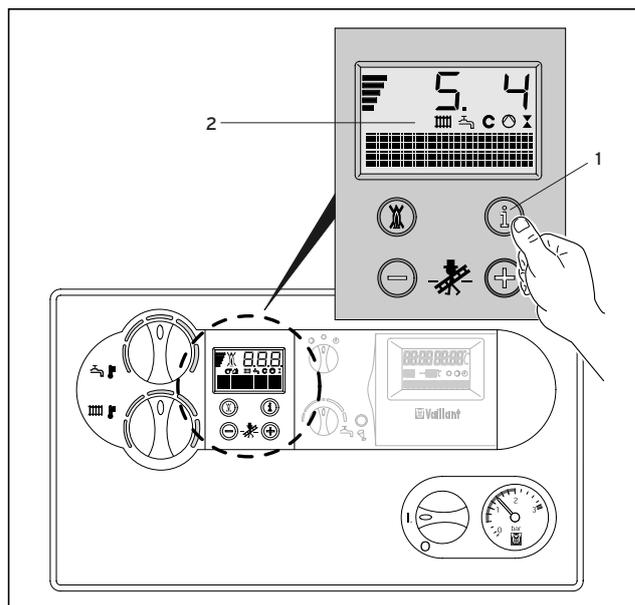

Abb. 3.9 Indicazioni di stato
3.5 Indicazioni di stato (fig. 3.9) (per le operazioni di manutenzione e di servizio da parte del tecnico)
- Attivare le indicazioni di stato premendo il tasto "i" (1). Sul display (2) viene visualizzato il codice di stato corrispondente, per es. "S.4" per il funzionamento del bruciatore. Il significato dei codici di stato più importanti sono riportati alla tabella 3.1 qui a fianco. Il codice di stato indicato viene descritto ulteriormente con una visualizzazione di testo in chiaro sul display del sistema DIA, per es. per S.4: "riscaldamento - bruciatore acceso".